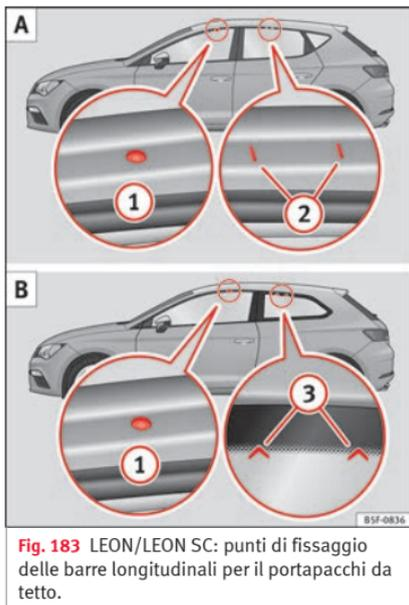

Fig. 183 LEON/LEON SC: punti di fissaggio delle barre longitudinali per il portapacchi da tetto.
I punti di fissaggio anteriori e posteriori ① e ② sono visibili soltanto se le porte sono aperte » **fig. 183 A.**
I punti di fissaggio anteriori ① sono visibili soltanto se le porte sono aperte. I punti di fissaggio posteriori ③ sono contrassegnati sul bordo superiore del vetro laterale dalle frecce » **fig. 183 B.**